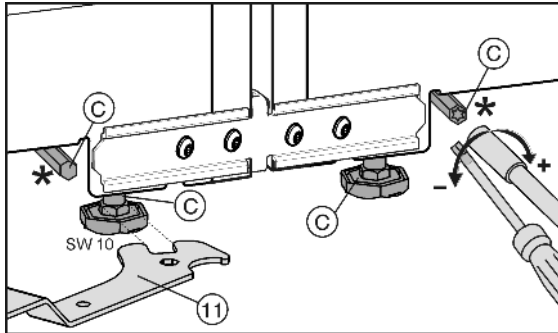

Fig. 8
Las patas de ajuste delanteras se pueden ajustar con la llave de boca Fig. 8 (11) suministrada y las patas de ajuste traseras* con un destornillador Torx® 25.